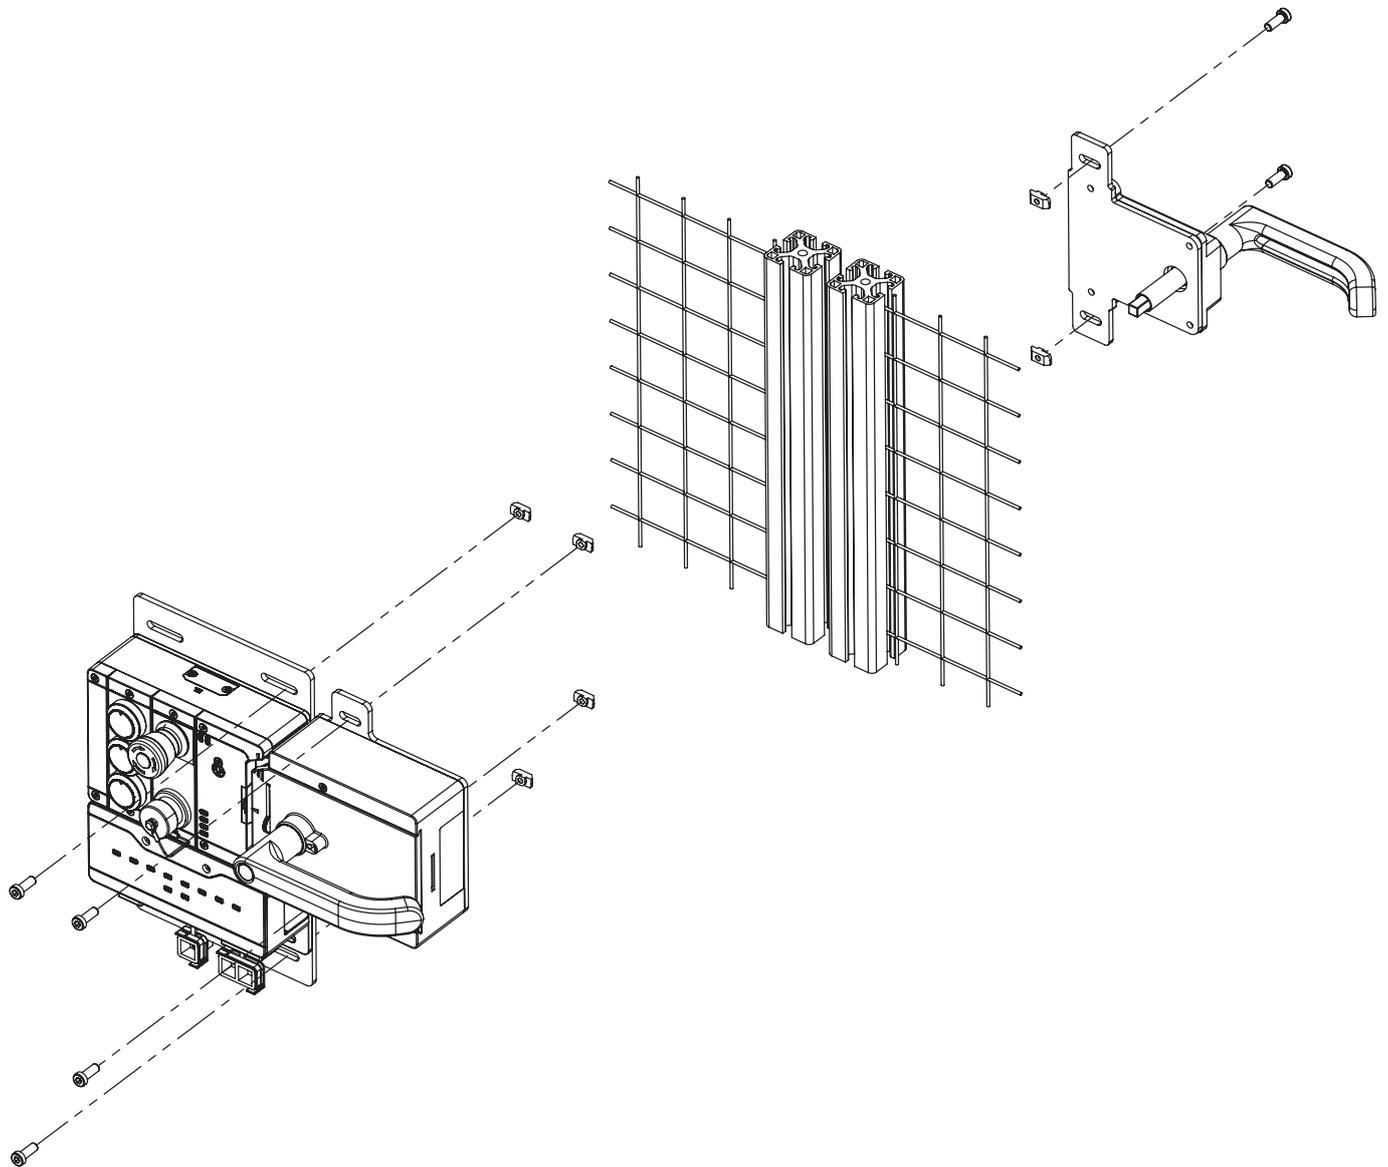
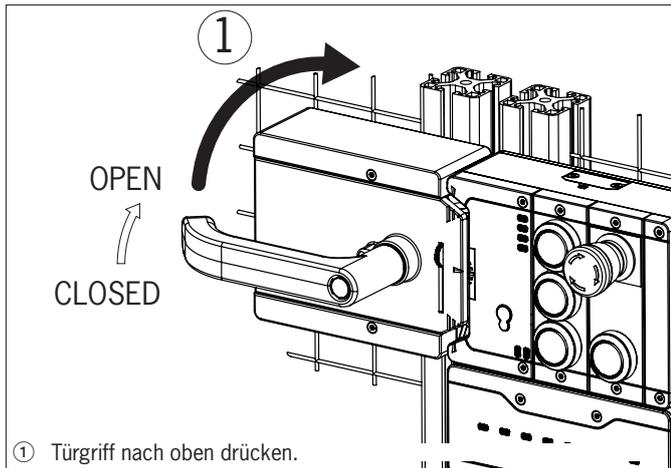

Bild 8: Montagebeispiel für rechts angeschlagene Tür (Übersichtsdarstellung)
Bild 10: Betätigungsrichtung umstellen, Schritt ①
- › Achten Sie bei der Montage auf die korrekte Ausrichtung. Verwenden Sie die Ausrichthilfen am Gehäuse des Zuhaltmoduls und am Gehäuse des Griffmoduls (siehe *Bild 8*).
Montageschritte siehe *Bild 8* und *Bild 10* bis *Bild 15*.
- › Für links angeschlagene Türen wird das System umgedreht montiert. D.h. die Schutzeinrichtung öffnet, indem man den Türgriff nach oben drückt (siehe *Bild 10*). Daher muss die Betätigungsrichtung des Türgriffs umgestellt werden (siehe *Bild 10* bis *Bild 15*).